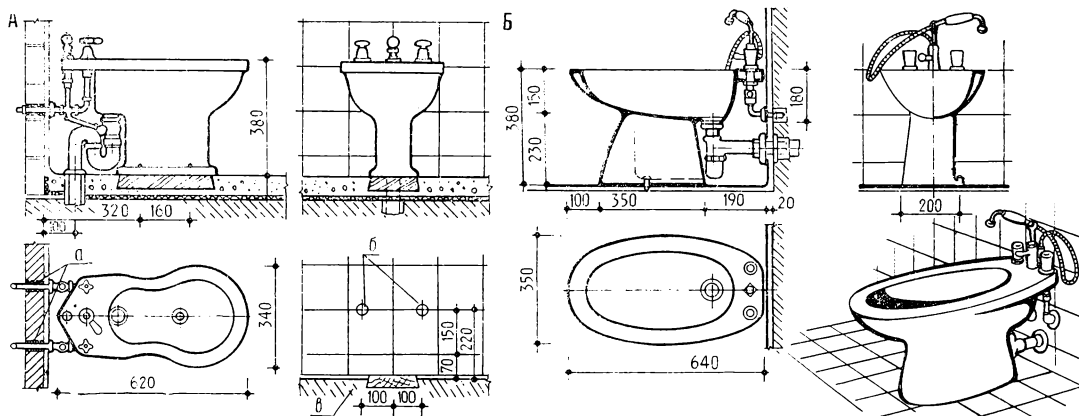

Рис. 13. Биде:
**Биде.** Этот гигиенический прибор старого типа оснащен небольшим фонтанчиком на дне чаши. В новых марках смеситель расположен на полочке и оснащен изливом с наклонной траекторией струи, либо имеет шланг и душевую трубку с маленьким изливом «струя» (рис. 13).